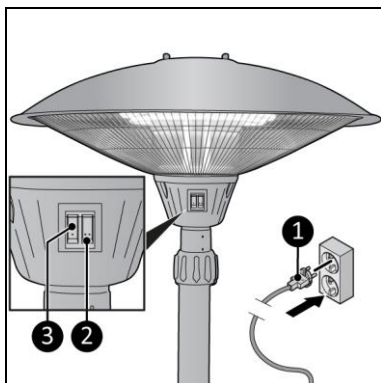

Figura 10
- Asigurați-vă că și comutatorul I (Figura 10, poziția 3) și comutatorul II (Figura 10, poziția 2) sunt în poziția OFF.
- Puneți ștecherul (Figura 10, poz. 1) într-o priză cu împământare ușor accesibilă. Utilizați o priză cu împământare, cu o putere minimă de 2100 Watt.
- setare scăzută: apăsați comutatorul I (Figura 10, poz. 3);
- setare medie: apăsați comutatorul II (Figura 10, poz. 2);
- setare înaltă: apăsați comutatorul I (Figura 10, poziția 3) și comutatorul II (Figura 10, poziția 2).
1. Asigurați-vă că atât comutatorul I (Figura 10, poziția 3), cât și comutatorul II (Figura 10, poziția 2) sunt în poziția OFF.
2. Deconectați ștecherul de la priză (Figura 10, poz. 1).